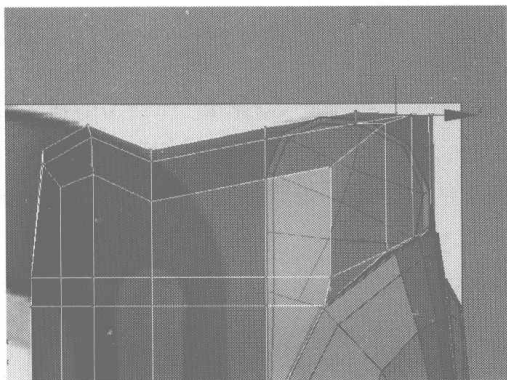

图 4.236
- 03** 首先在 Left 视图中细致地调整手机键盘座上的节点，如图 4.236 所示，然后选择手机显示屏物体将其隐藏。